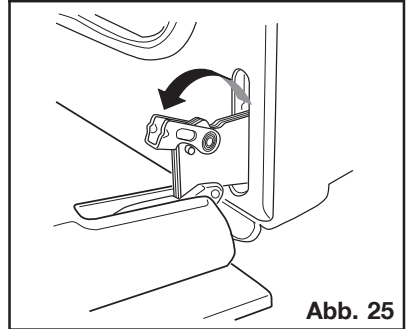

Abb. 25
3. Heben Sie die Klemmhebel an den beiden Scharnieren an und drehen Sie diese (siehe Abb. 25).